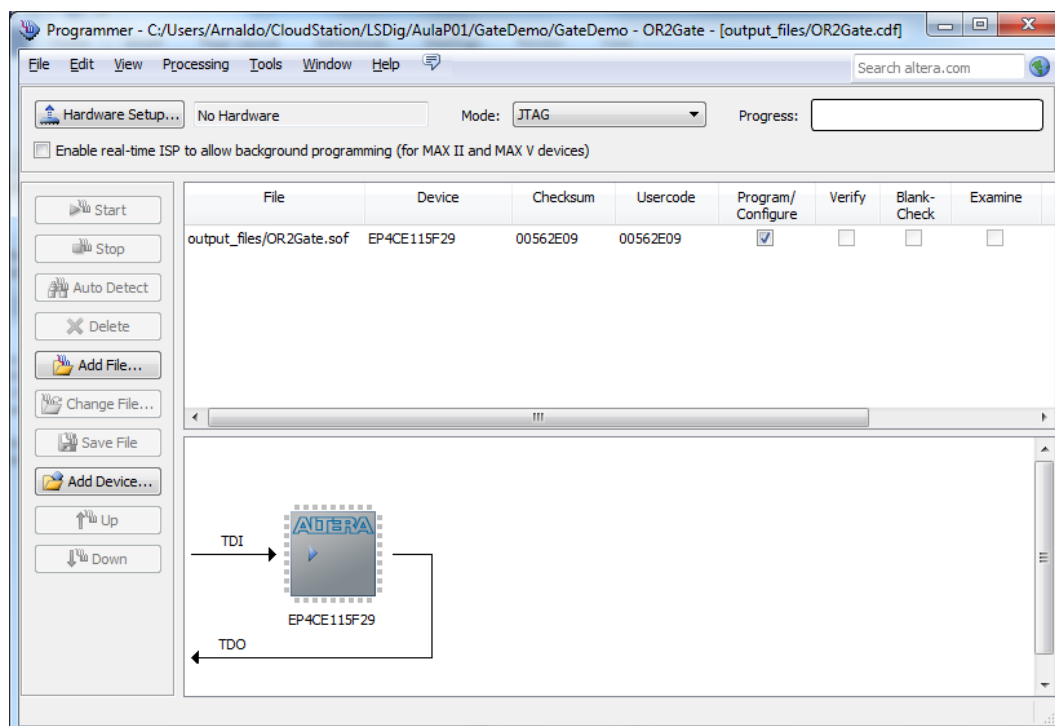
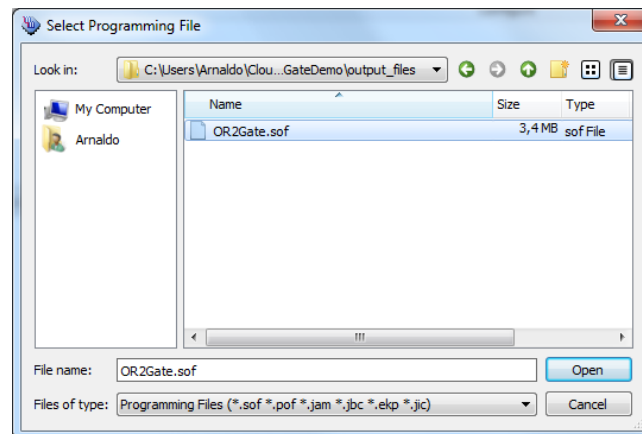

Figura 25 – Janela inicial da aplicação de programação da FPGA.
Figura 28 – Seleção do ficheiro de configuração da FPGA (caso ele já não surja automaticamente quando abre a aplicação da Figura 25).
19. No final do processo de compilação, programe a FPGA através do comando “Program Device” que deverá abrir a janela da Figura 25.
Caso o ficheiro “output_files/OR2Gate.sof” não surja automaticamente na aplicação de programação da Figura 25, adicione-o manualmente premindo o botão “Add File” e seleccionando-o de acordo com a Figura 28.